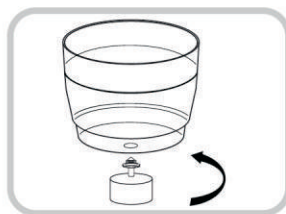
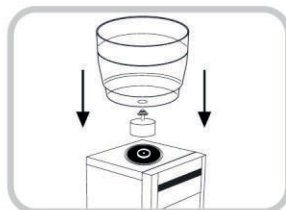

Fig. 6
Fig. 7
2. Atornille la Válvula Flotante a la base del Barril Inferior (Fig. 6). Coloque el Barril Inferior con la Válvula Flotante anexa encima del dispensador de agua. Asegúrese que el Barril Inferior quede bien nivelado y seguro en la parte superior del dispensador de agua. Una vez que la Válvula Flotante esté fijada al Barril Inferior, ésta quedará suspendida dentro del dispensador de Agua (Fig. 7).